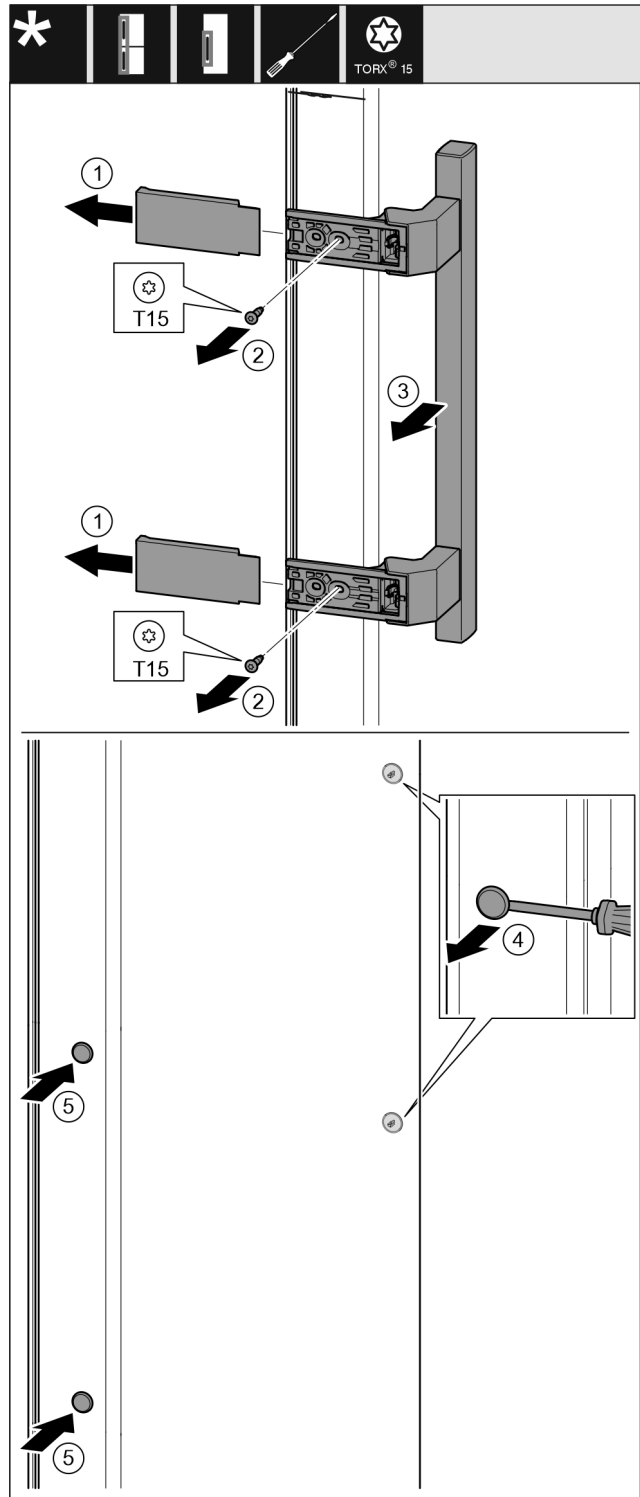

Fig. 19
- ▶ Retire la cubierta. Fig. 19 (1)
- ▶ Desenrosque los tornillos con el destornillador T15. Fig. 19 (2)
- ▶ Retire el tirador. Fig. 19 (3)
- ▶ Levante cuidadosamente el tapón lateral con un destornillador para tornillos de cabeza ranurada y extráigalo. Fig. 19 (4)
- ▶ Vuelva a colocar el tapón en el otro lado. Fig. 19 (5)